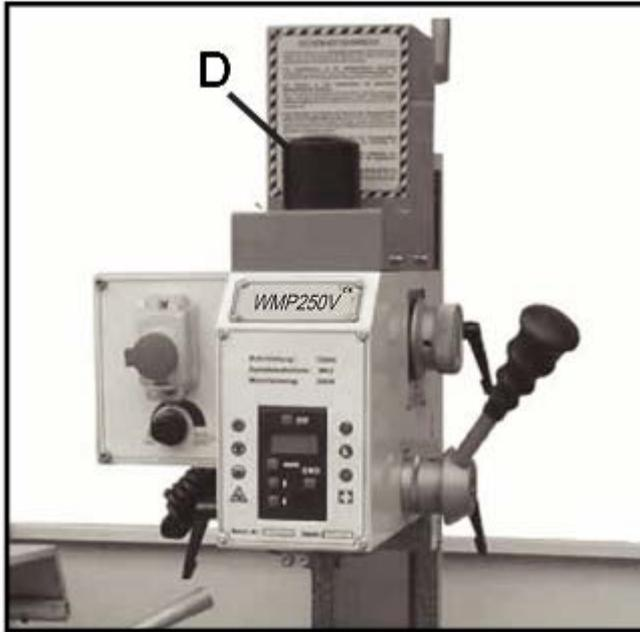

Рисунок 28
- Откройте верхнюю крышку головки (D, рис. 28) для доступа к штревелю (F, Рисунок 30).